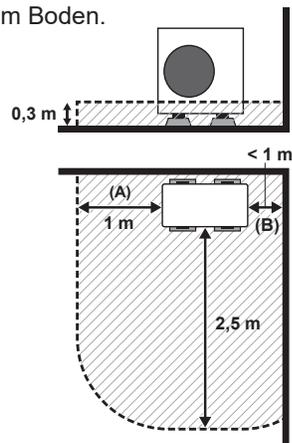

Abb. 3-4
(3) Bei Aufstellung an einem Ort, an dem 2 Flächen der Anlage freiliegen (Abstand zwischen einer Seite der Anlage und der Wand beträgt weniger als 1 m, z. B. an der Ecke einer Gebäudewand) (Abb. 3-4)
- Wenn der Abstand zwischen einer Seite der Anlage und der Wand weniger als 1 m beträgt, gelten dieselben Bedingungen wie für Abb. 3-4.